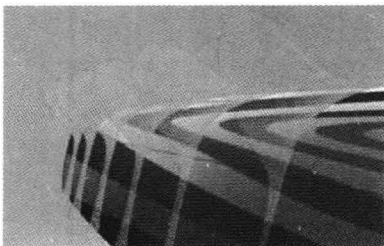

图 1-10 高质量曲面
**先进的曲面创建工具**——先进的曲面创建工具能够保证曲面与周围曲面的位置、切线或曲率（甚至 G3）连续性，从而创建高质量曲面和可以投入生产的数据，如图 1-10 所示。